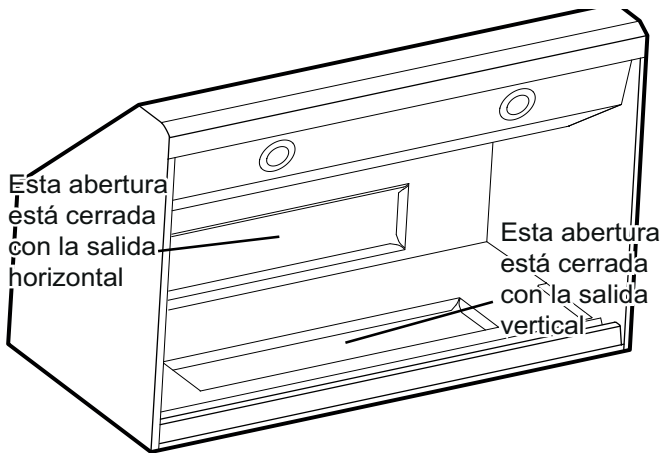

Figura 4: Orientación de la salida
Al expedir la campana, está configurada para una salida vertical. Para obtener una salida horizontal, desplace la placa de la salida en la parte superior de la campana, como se muestra en la *Figura 4*. Cuatro tornillos sujetan la placa en su sitio.
1. Alinee los agujeros de montaje del racor con los agujeros de montaje de la brida de 1/2 pulg. (13 mm) situada en la parte superior o trasera de la campana, según la orientación de la salida (vea la *Figura 4* en la *página 8*).